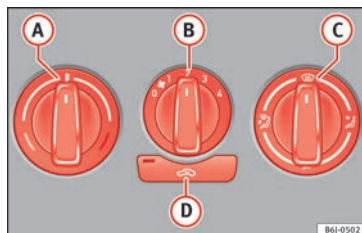

Abb. 153 Bedienelemente der Heizung in der Instrumententafel.
• Mit den Reglern **A**, **B** und **C** » **Abb. 153** können die Temperatur, die Gebläsestufe und die Luftverteilung eingestellt werden.
• Taste **D** » **Abb. 153** drücken, die Kontrollleuchte in der Taste leuchtet.
Wenn der Regler **C** » **Abb. 153** in der Defrost-Position steht, ist die Luftaustrittsdüse immer geöffnet und es gelangt Außenluft in den Fahrzeuginnenraum.
- Drehen Sie den Temperaturregler » **Abb. 153 A** nach links.
- Drehen Sie den Temperaturregler » **Abb. 153 A** nach rechts, bis die gewünschte Heizleistung erreicht ist.
- Drehen Sie den Temperaturregler » **Abb. 153 A** ganz nach rechts auf die höchste Heizleistung.
- Drehen Sie den Temperaturregler » **Abb. 153 A** in den Heizbereich.